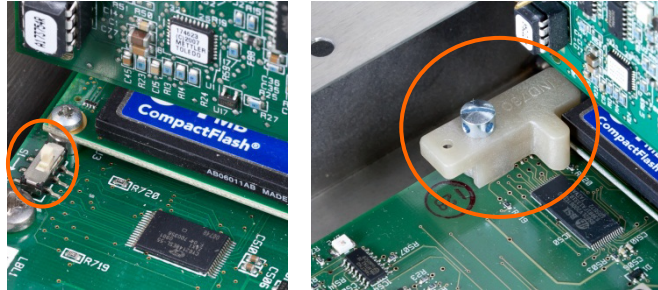

Figura 2-113: interruttore di sicurezza metrologica (a sinistra) e coperchio installato (a destra)
2. Installare il coperchio di sicurezza per impedire l'accesso a S-1, l'interruttore di sicurezza metrologica indicato in Figura 2-113, interruttori della PCB principale.